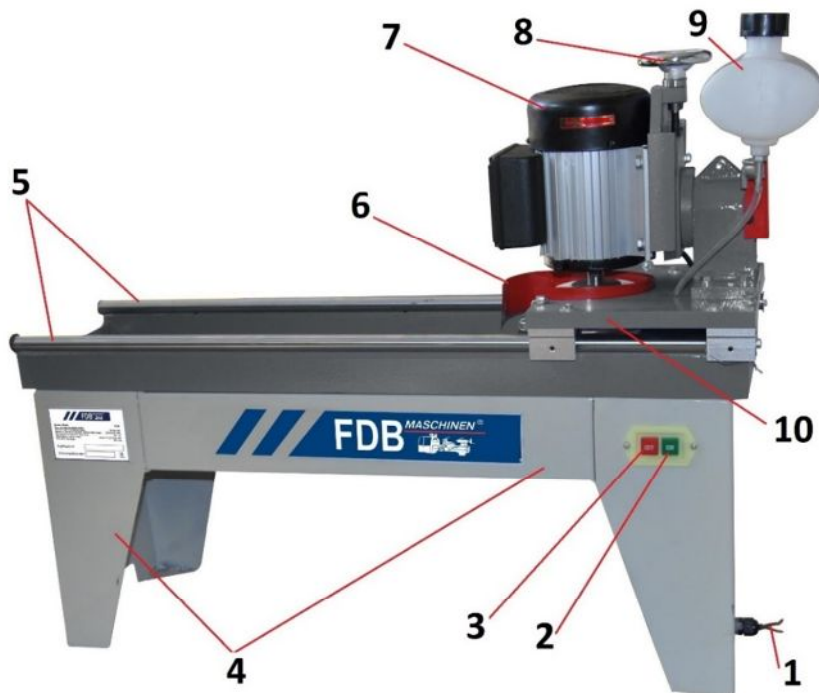
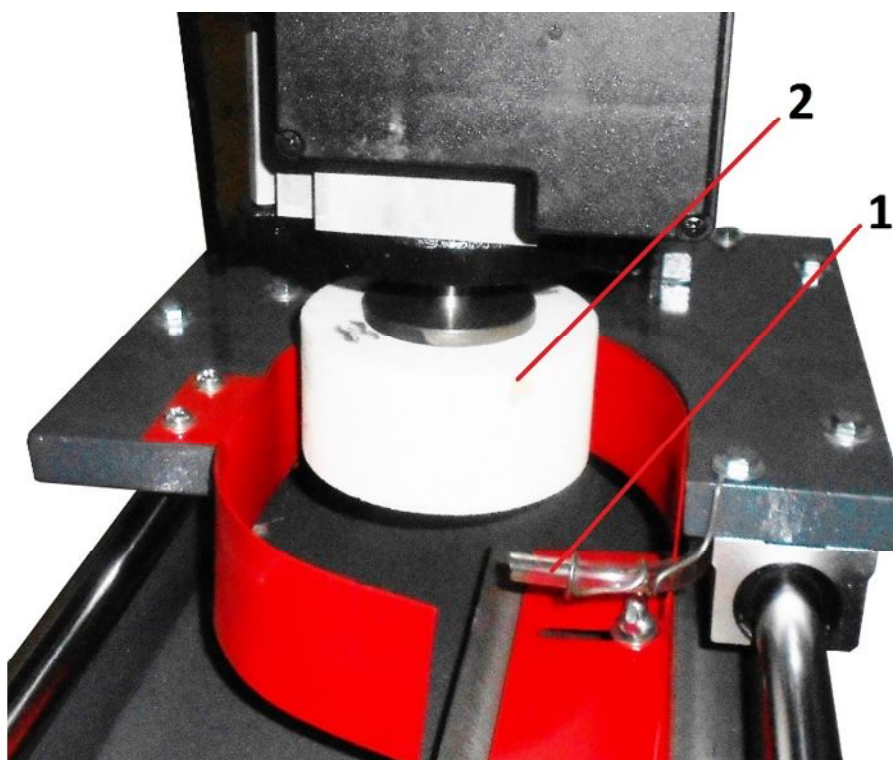
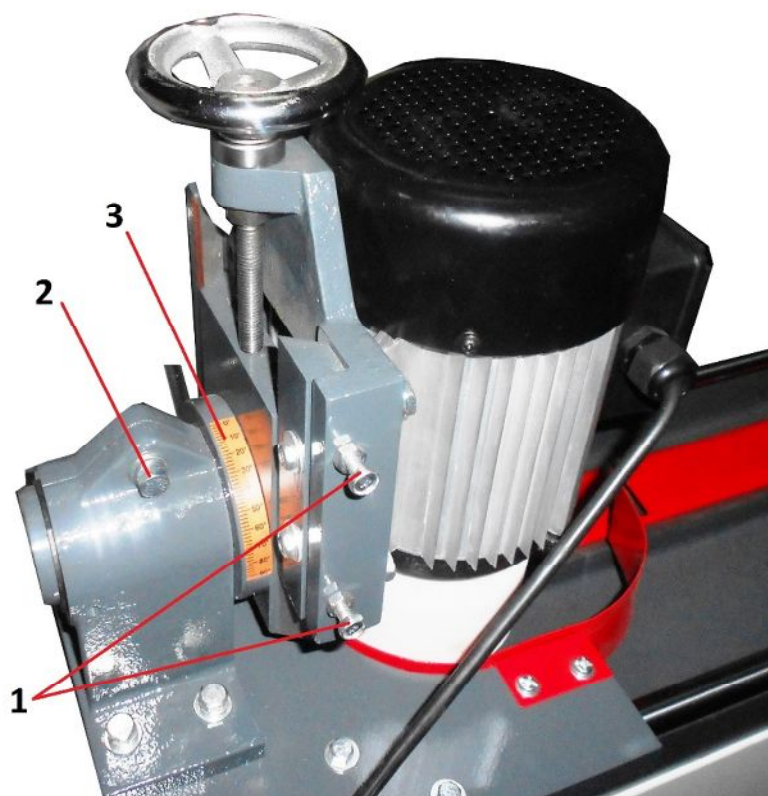

Рис. 1.1 Принципиальное устройство станка:
Рис. 1.2 Принципиальное устройство станка
Рис. 1.4 Принципиальное устройство станка
- проверьте прочность крепления основания узла заточки (поз. 10 рис. 1.1) к станине (поз. 4 рис. 1.1) и ёмкости для охлаждающей жидкости (поз. 9 рис. 1.1) к узлу заточки;
- проверьте целостность, прочность крепления защитного ограждения (поз. 6 рис. 1.1);
- проверьте целостность кнопок управления (поз. 2, поз. 3 рис. 1.1), кабеля со штекером для присоединения станка к электрической сети и заземляющего проводника;
- проверьте отключение станка – нажмите на кнопку выключения станка (поз. 3 рис. 1.1);
- включите станок кнопкой включения (поз. 2 рис. 1.1) и дайте ему поработать без нагрузки («на холостом ходу») в течении 2 мин.
При возникновении в процессе работы на станке посторонних шумов, запаха гари, вибрации, наличия напряжения на корпусе станка или иных дефектов не свойственных нормальной работе станка немедленно выключите станок нажатием кнопки выключения (поз. 3 рис. 1.1) и отсоедините станок от электрической сети.
- отключите станок кнопкой выключения (поз. 2 рис. 1.1).
- проверьте параллельность плоскости поверхности строгального ножа, которая будет затачиваться, и поверхности заточного круга (поз. 2 рис. 1.2). Для проверки параллельности ослабьте болты (поз. 1 рис. 1.4) регулировки перемещения салазок с электродвигателем и, вращая маховик (поз. 8 рис. 1.1), опустите электродвигатель с заточным кругом как можно ближе к плоскости строгального ножа. При необходимости регулировки параллельности (угла заточки) ослабьте болт (поз. 2 рис. 1.4) фиксирования угла наклона электродвигателя и наклоните электродвигатель до достижения параллельности плоскостей заточного круга и строгального ножа. Затяните болт (поз. 2 рис. 1.4) фиксирования электродвигателя в наклонённом состоянии и подожмите болты (поз. 1 рис. 1.4) регулировки перемещения салазок с электродвигателем;
- включите станок кнопкой включения (поз. 2 рис. 1.1) и сделайте пробное затачивание строгального ножа – равномерно перемещайте заточной узел вдоль строгального ножа. О начале затачивания будет свидетельствовать появление искр и характерного для заточного круга шума затачивания.
После окончания работы и отсоединения станка от электрической сети, очистите станок от абразивной пыли и остатков охлаждающей жидкости. Для очистки используйте щётку с мягким ворсом и ветошь. После очистки станка смажьте направляющие (поз. 5 рис. 1.1) перемещения узла заточки тонким слоем консистентной смазки и проверьте лёгкость перемещения узла заточки.